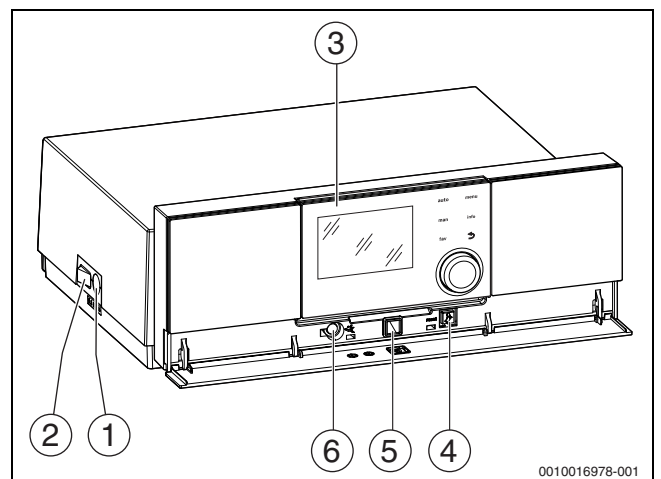
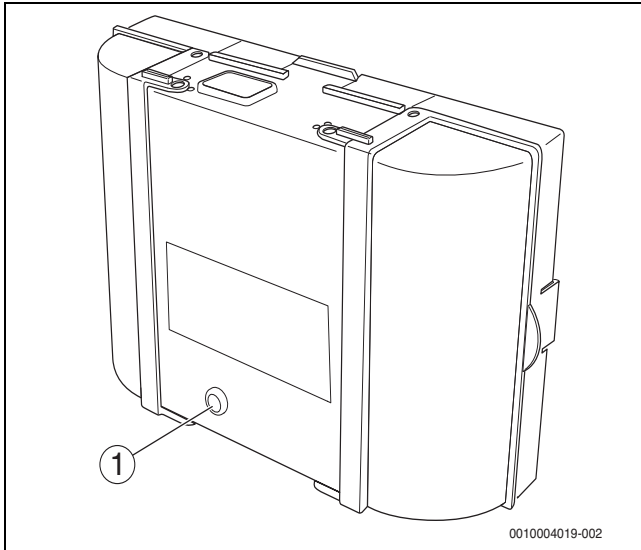

Bild 21 Regelgerät mit Bedieneinheit
Bild 22 Taste reset am Feuerungsautomat
- ▶ Zum Entriegeln Taste reset am Regelgerät (→ Bild 21) oder am Feuerungsautomat (→ Bild 22) drücken.
- ▶ Heizungsanlage am Hauptschalter (→ Bild 21) einschalten. Das Display leuchtet und zeigt nach kurzer Zeit die Kesseltemperatur an.